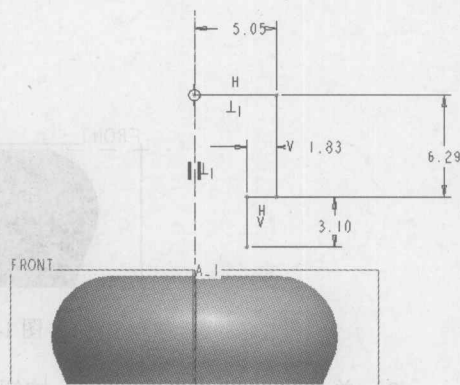

图 1-11 草绘
5) 单击  (中心线) 按钮, 绘制一根中心线, 接着单击  (线) 按钮, 绘制如图 1-11 所示的图形。